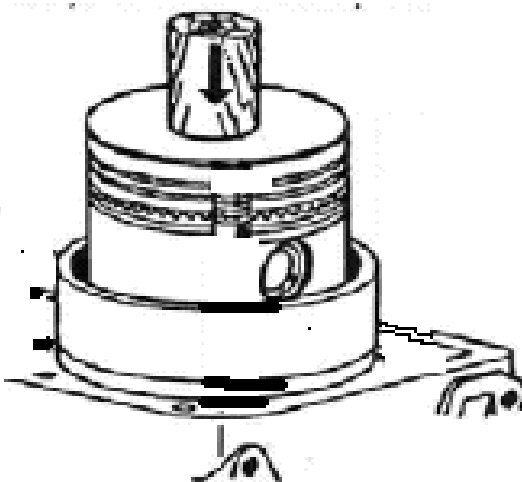

Рисунок 81. Установка поршня с кольцами в цилиндр
- с помощью специальной оправки с внутренней конусной поверхностью сжать кольца и вставить поршень в цилиндр (рис.81).